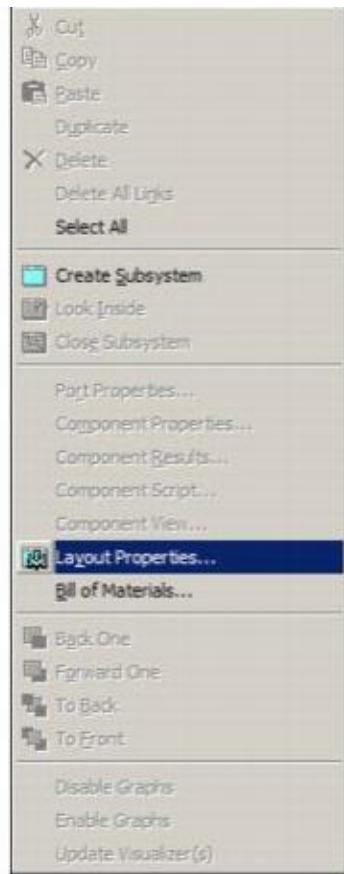

Figura 17: Menú de contexto - Selección de Propiedades de la maquetación
2. Propiedades Seleccionar diseño (véase la Figura 17).